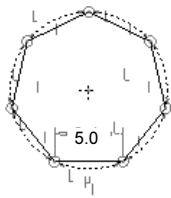

图 2.5.7 定义后的“七边形”
Step 7 单击“草绘器调色板”中的 **关闭(C)** 按钮,完成图 2.5.7 所示的“七边形”的调用。将图 2.5.7 所示的草图轮廓存储到调色板中。